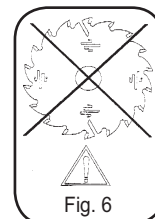

Fig. 6
- E' vietato l'uso di dischi per legno (fig.6).